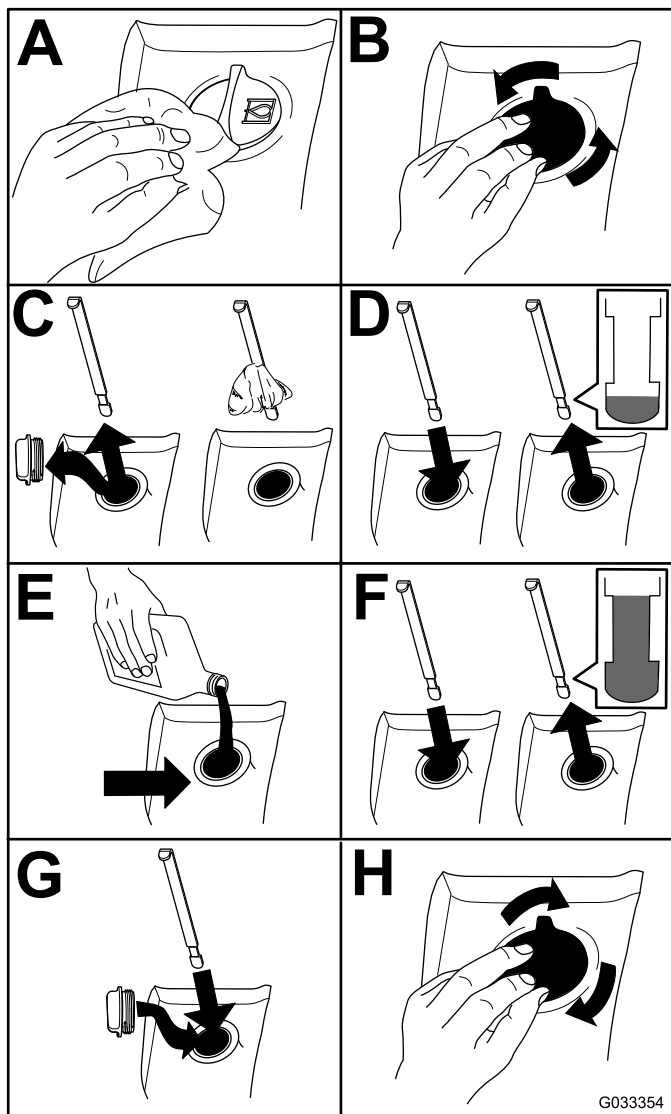

Рисунок 95
2. Проверьте уровень гидравлической жидкости (Рисунок 95).